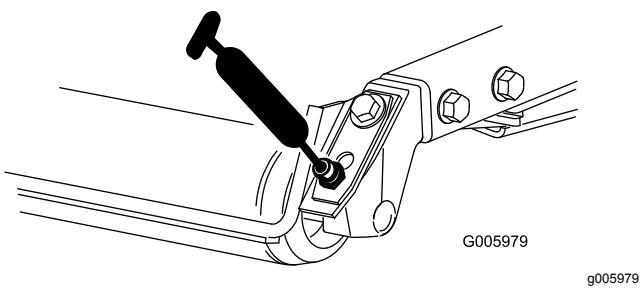

Figura 26
- Rolamentos do cilindro traseiro (2 por cada unidade de corte) (Figura 26)